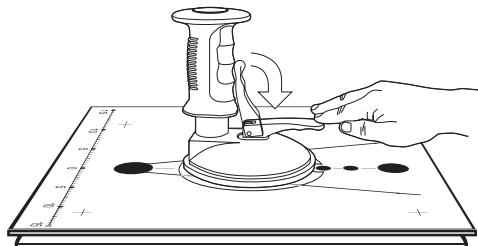

Рисунок 5 - Фиксация устройства рычагом
- нажать на рычаг управления присоской до упора – Рисунок 5;